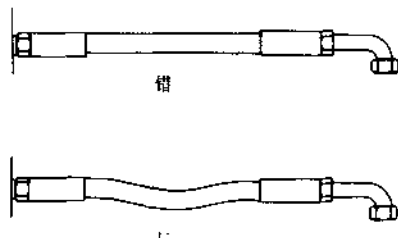

图 30.1-6 软管连接应该松弛
• 软管连接二端不应把软管拉直，应有些松弛，如图 30.1-6 所示。因在压力作用下，软管长度会有变化，其变化幅度从 -4% ~ +2%。